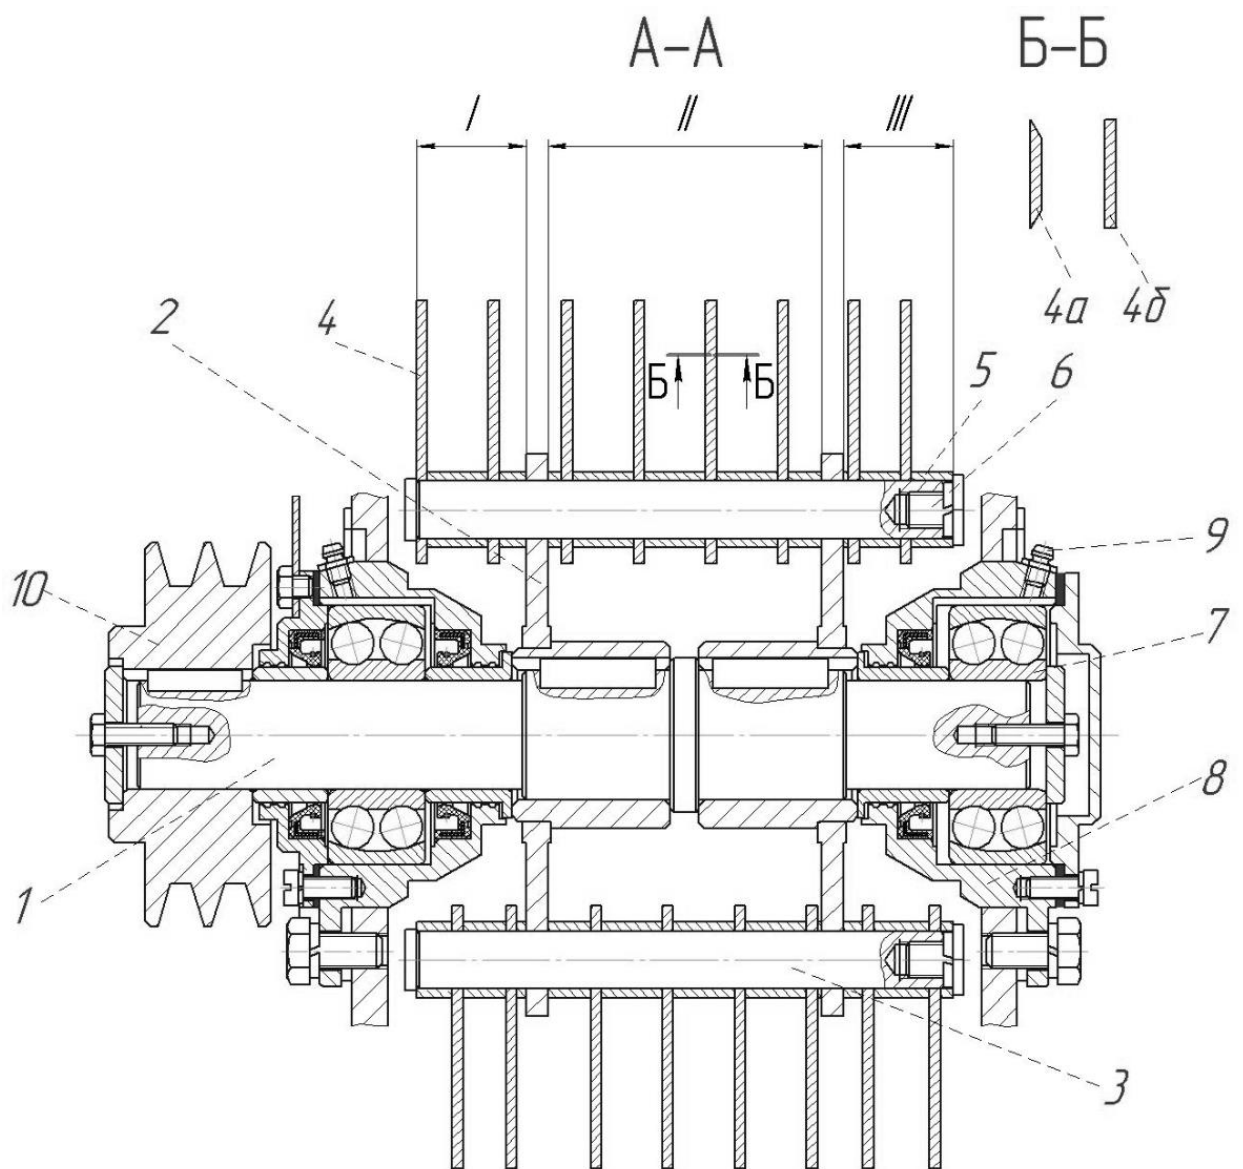

Рис.3 Ротор в сборе.
- г) выкрутить шесть болтов крепления корпусов 8 (Рис.3) подшипников к основанию корпуса Дробилки;
- б) развернуть ротор таким образом, чтобы ось 3 (Рис.3) с молотками, требующими замены, оказалась сверху;
В случае использования заточенных молотков, во избежание смещения массива материала к одной стенке камеры дробления, располагать молотки на оси согласно схеме на Рис. 3.